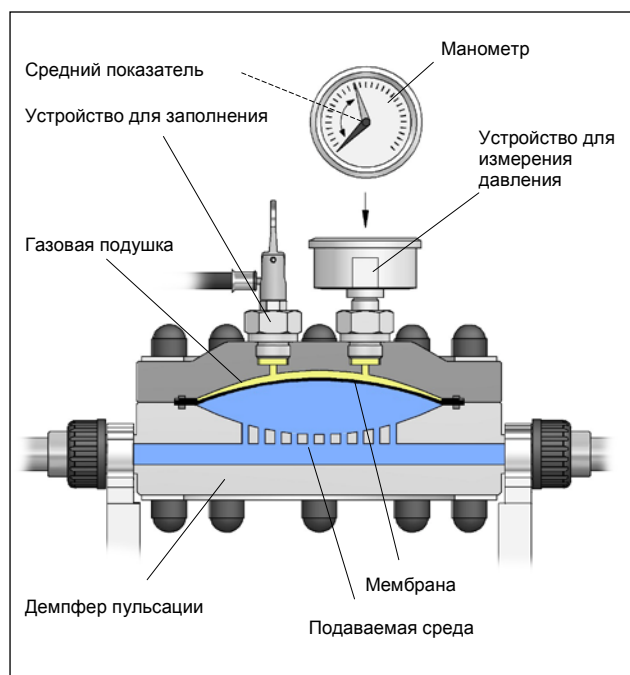

Рис. 24
- При достижении или превышении этого ориентировочного показателя необходимо действовать следующим образом: Осторожно увеличить дальнейший поток воздуха / газа во время эксплуатации насоса. Если теперь отклонение стрелки уменьшается, то увеличивайте дальнейший поток воздуха / газа до тех пор, пока отклонение стрелки не достигнет минимального значения и снова не начнет немного увеличиваться. После этого сразу прекратите подачу воздуха / газа. Теперь демпфер пульсации настроен на условия эксплуатации (см. рис. 24).